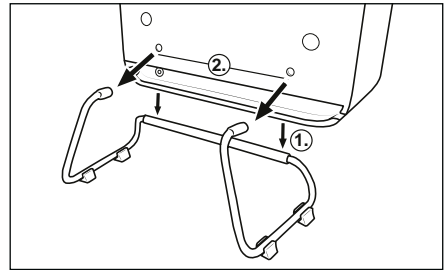

Fig. 2
- ◆ Vendoseni pajisjen në mbajtëse ❶ dhe futni dy vrimat e pajisjes në kllapat e mbajtëses ❶ (shih Fig. 2).